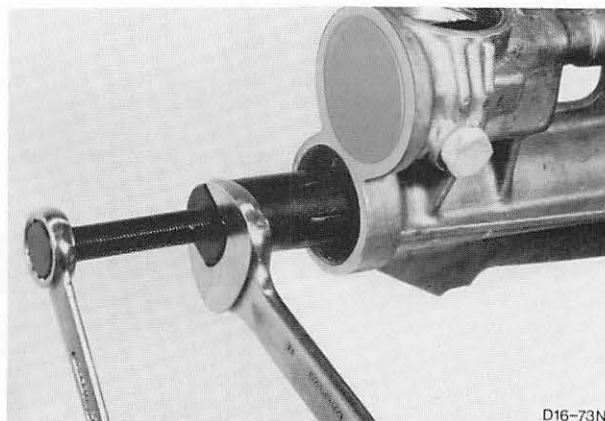

Abb. 125 Büchse – Getriebeverlängerung mit Spezialwerkzeug G3-7041-A ausziehen („B“-Getriebe)
3. Büchse Getriebeverlängerung mit Spezialwerkzeug G3-7041-A herausziehen. Abb. 125.